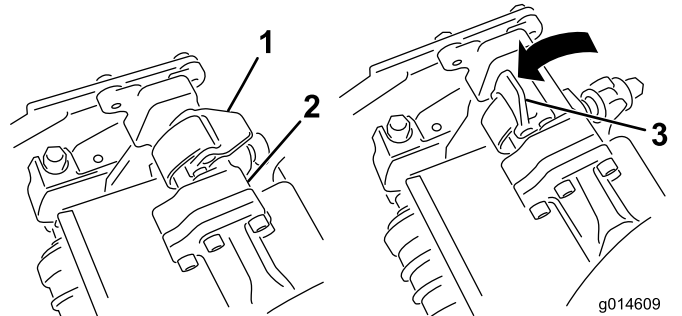
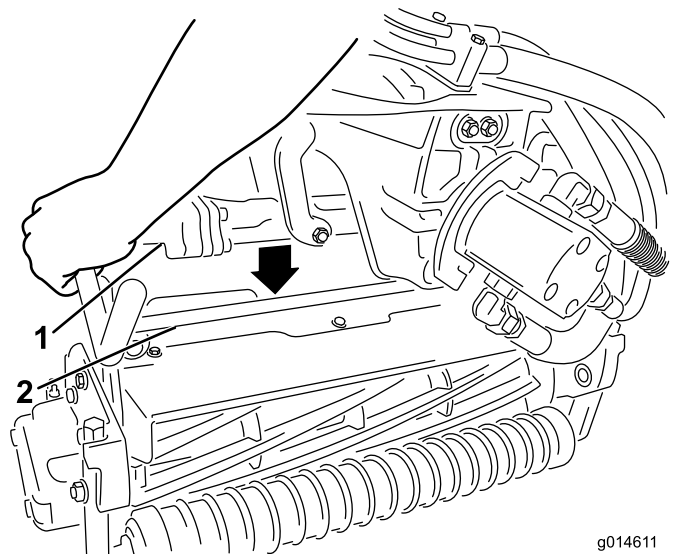

图12
图13
5. 当悬挂臂杆上的闭锁指向上方 (即打开) 时 (图12), 向下压悬挂臂, 使悬挂臂杆与滚刀组上方的支架相契合 (图13)。
6. 向下并绕着滚刀组横杆关闭闭锁, 将它们锁定到位 (图12)。